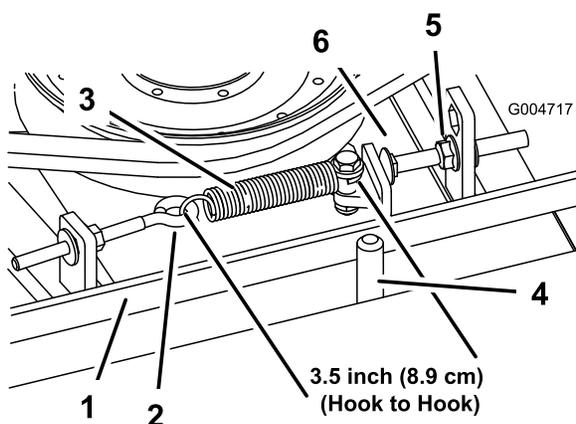

Рисунок 75
При правильном натяжении внутренняя длина пружины растяжения (между зацепами) должна быть приблизительно 8,3–9,5 см. После того, как будет достигнуто правильное натяжение пружины растяжения, отрегулируйте упорный болт (каретный болт) так, чтобы между головкой болта и рычагом натяжного шкива оставался зазор 2–5 мм. (Рисунок 75).
**Примечание:** Убедитесь, что ремень расположен на направляющей ремня со стороны пружины (Рисунок 75).
2. Ослабьте рым-болт, чтобы можно было снять пружину растяжения (Рисунок 75).
3. Ослабьте фланцевую гайку, которая крепит упорный болт к монтажному выступу, и отодвиньте натяжной шкив от ремня, чтобы ослабить натяжение ремня (Рисунок 75).
9. Подсоедините пружину растяжения (Рисунок 75) к рым-болту и натяните ремень следующим образом: